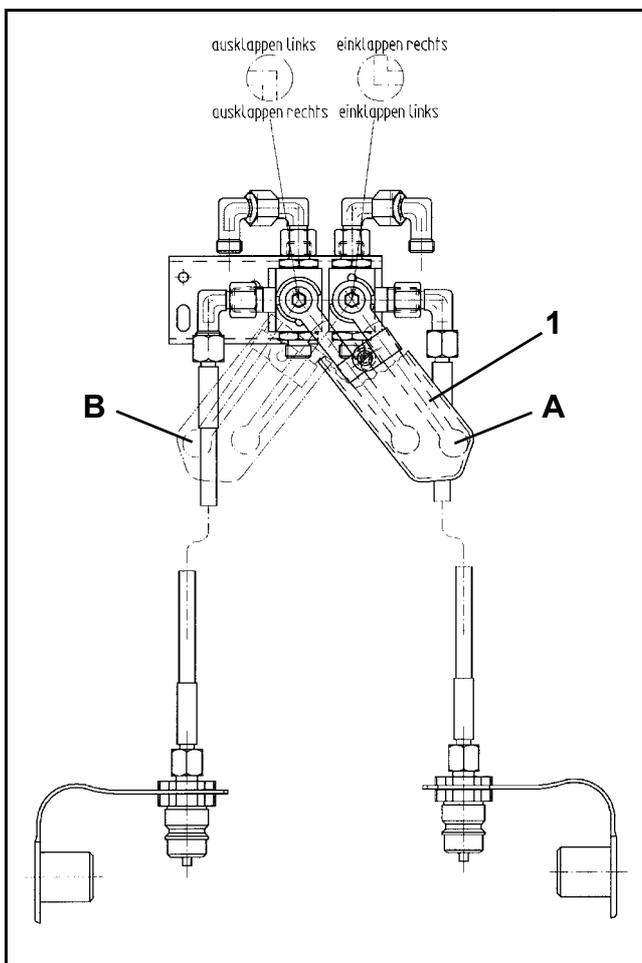

Fig. 51
- Pivotez le levier de commande (Fig. 51/ 1) sur la position "A" et dépliez le bras latéral droit en actionnant le distributeur du tracteur.
- Pivotez le levier de commande (Fig. 51/ 1) sur la position "B" et dépliez le bras latéral gauche en actionnant le distributeur du tracteur.
- Pivotez le levier de commande (Fig. 51/ 1) sur la position "B". Actionnez le distributeur du tracteur et repliez le bras latéral gauche.
- Pivotez le levier de commande (Fig. 51/ 1) sur la position "A". Actionnez le distributeur du tracteur et repliez le bras latéral droit.